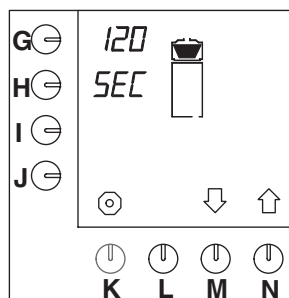

Fig. 47 Dryppetid
- Tryk på valgknappen (N.)↑, indtil fig. 47 vises i displayet.